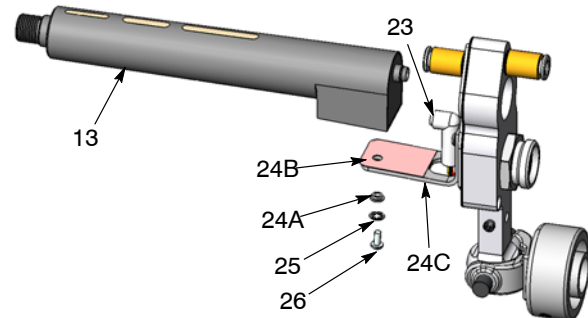

Abb. 32 Spannungsvervielfacher ersetzen
4. Siehe Abbildung 32. Die Schraube (26) und Sicherungsring (25) abnehmen, dann den Spannungsvervielfacher (13) von der Halterung (24C) abnehmen.
5. Kabelbaumstecker (23) vom Spannungsvervielfacher abnehmen.